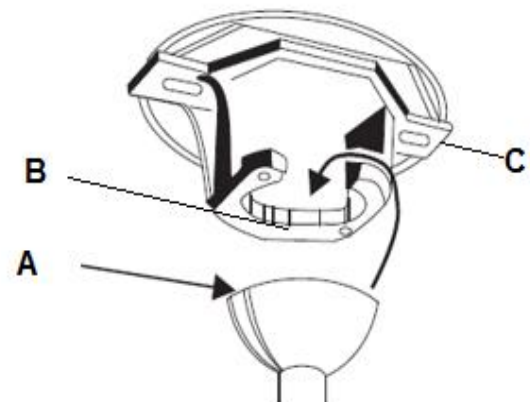

Fig. 10
Eleve el conjunto del ventilador sobre el soporte de armado. Compruebe que la ranura de la llave (A) de la bola de colgado está ubicada en la clavija de la llave (B) del soporte de armado (C) para evitar que el ventilador gire cuando está en funcionamiento. **Fig.10**